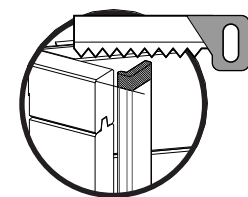

Fig. 8 / Abb. 8 / Afb. 8
- Position the L trimming on the ends of the boards. • Cut off the excess part of the trimming according to the height of the pool if necessary (figure 8).
- Présentez le cache L sur les extrémités des madriers. • Coupez l'excédent de cache selon la hauteur du bassin si nécessaire (figure 8).
- Legen Sie die Zierleiste L auf die Enden der Bretter. • Falls erforderlich, schneiden Sie das, was von der Zierleiste übersteht, je nach Höhe des Beckens (Abb. 8) ab.
- Plaats sierlijst L op de uiteinden van de planken. • Indien nodig, overtollige stukken van de sierlijst afsnijden, afhankelijk van de hoogte van het bassin (afbeelding 8).